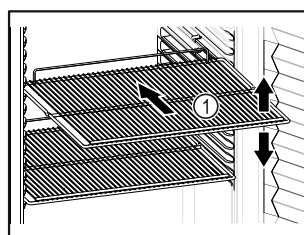

Fig. 61 Voorbeeld
- ❑ Als draagplateaus Fig. 61 (1) verstelbaar zijn, kunnen deze in de hoogte worden aangepast.